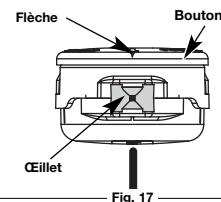

Fig. 17
- Alignez les flèches sur le couvercle du dessus de la tête de coupe avec les œillets de la bobine extérieure, si ce n'est déjà fait. (Fig. 17)